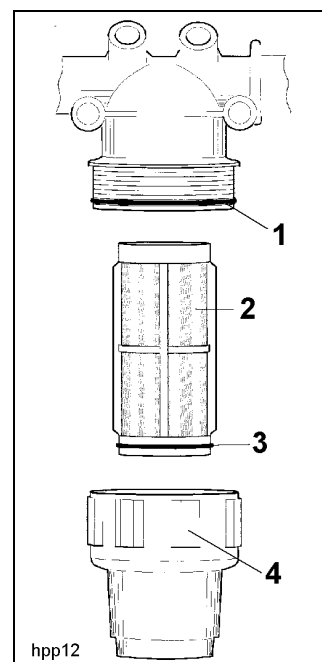

Fig. 2
- Sacar el inserto de filtro 2 (Fig. 2) del recipiente. Lavar con agua corriente el inserto y el recipiente.